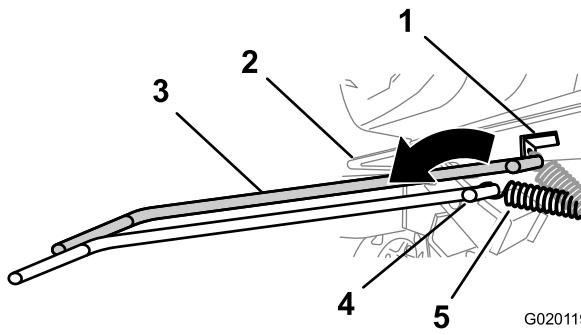

Figure 49
5. À l'aide d'un outil de dépose de ressort (réf. Toro 92-5771), déposez le ressort de la patte d'ancrage sur le plancher moteur (Figure 49).
- À l'aide d'un outil de dépose de ressort (réf. Toro 92-5771), reposez le ressort de tension sur la patte d'ancrage sur le plancher moteur (Figure 49).